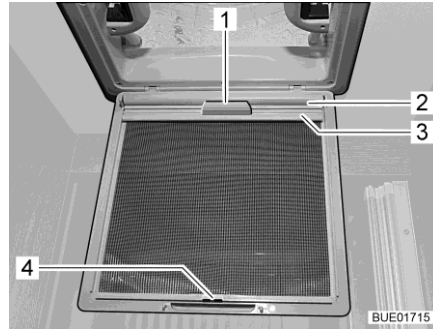

Bild 93 Mörklägningsrullgardin
- Drag ut mörklägningsrullgardinen (Bild 93,2) med handtaget (Bild 93,1) och haka i fästlisten (Bild 93,3) i kroken (Bild 93,4) på insektsskyddet.
- Lossa fästlisten (Bild 93,3) från kroken (Bild 93,4) och dra långsamt tillbaka mörklägningsrullgardinen (Bild 93,2) med handtaget (Bild 93,1).